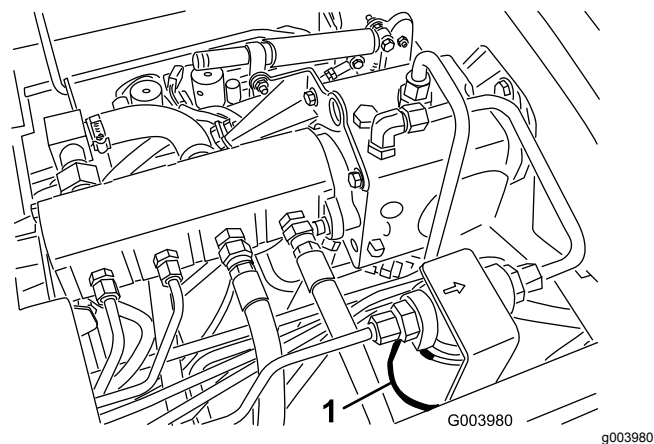
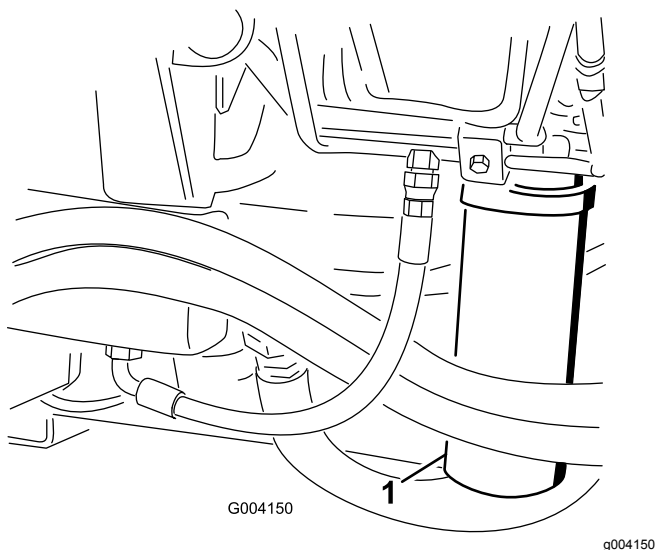

図 72
図 73
2. フィルタ取り付け部付近をきれいに拭い、下に容器を置く図 72 と図 73。